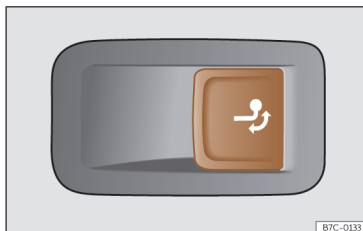

Fig. 173 No lado direito da bagageira: botão para desbloquear o gancho de reboque.
- Puxe o botão >>> Fig. 173 de forma breve. O gancho de reboque desbloqueia-se eletricamente e roda-se automaticamente para fora. A luz de controlo do botão pisca.
- Puxe o botão >>> Fig. 173 de forma breve. O gancho de reboque desbloqueia-se eletricamente.
- Nunca pressione o botão >>> Fig. 173 quando tiver um reboque engatado ou estiver montado um porta-bagagens ou outros acessórios sobre o gancho de reboque.